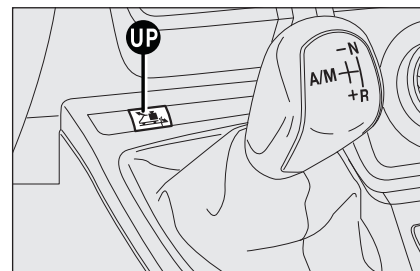

fig. 4
- la seconda completamente automatica (**AUTO**), nella quale il sistema decide quando effettuare il cambio marce. Con questa logica è possibile utilizzare la funzione **UP** (funzione strade gravose) che consente di effettuare cambi marcia a regimi più alti al fine di affrontare agevolmente strade con grandi pendenze con qualsivoglia carico. Per inserire tale funzione premere il pulsante **UP**-fig. 4 situato tra i comandi su plancia. La selezione della marcia e della logica di funzionamento (**MANUAL** oppure **AUTO**) viene effettuata agendo sulla leva di comando a qualunque velocità.
L'inserimento della funzione **UP** avviene premendo il tasto **UP-fig. 4**, situato tra i comandi su plancia. Dopo avere attivato tale funzione, si accende la spia  (verde) sul quadro strumenti accompagnata da un messaggio di conferma sul display multifunzionale riconfigurabile (vedere paragrafo successivo).